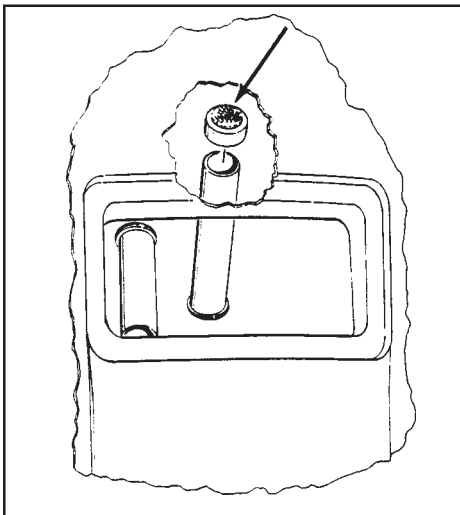

Figure 4
9. Remove any lint on the vacuum intake screen. The screen is located behind the recovery lid and on the end of the stand pipe. (See Figure 4)
7. Vérifiez l'état du tamis-filtre à l'arrière de la machine. Nettoyez-le. Pour l'enlever, tourner le tamis dans le sens anti-horlogique. Pour le refixer, tournez le dans le sens horlogique. (Voir Fig. 4)